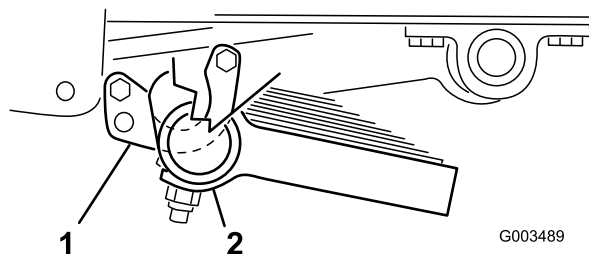

Figura 12
3. Fissate la parte anteriore di ciascuna sella al tubo mediante un bullone (5/16 x 1 poll.) e un dado di bloccaggio (5/16 poll.) (Figura 12).